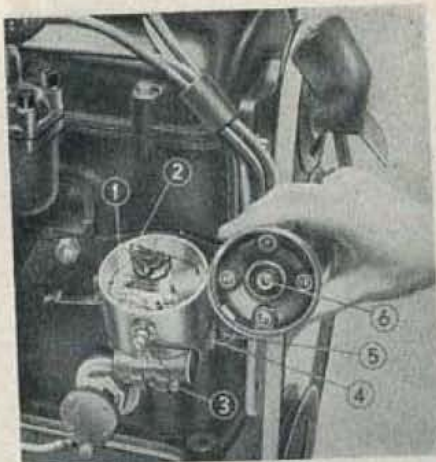

Fig. 15. - Messa in fase dello spinterogeno.
- b) Far girare — con la manovella — l'albero motore fino a che il dente del volano motore, segnato con la lettera « O » non venga a coincidere con l'indicazione 1/3, segnata sul bordo della feritoia della scatola del volano (vedi fig. 8) ed il pettine dello spinterogeno sia in corrispondenza del contatto del cavo che va al cilindro N. 3 (vedi fig. 15).
- b) Portato l'albero motore nella posizione suddetta, se la messa in fase dell'accensione è esatta, la puntina del ruttore dello spinterogeno (1) deve iniziare il distacco ed il pettine (2) deve trovarsi in corrispondenza del contatto del cavo contrassegnato sulla calotta dello spinterogeno, col N. 1, e collegato al cilindro N. 2 (primo in ordine di accensione) (vedi fig. 15).
Da questa, mediante un contatto a carbone (6) (vedi fig. 15), giunge alla spazzola rotante (2) dalla quale è distribuita ai quattro cavi che fanno capo a ognuna delle candele del motore.